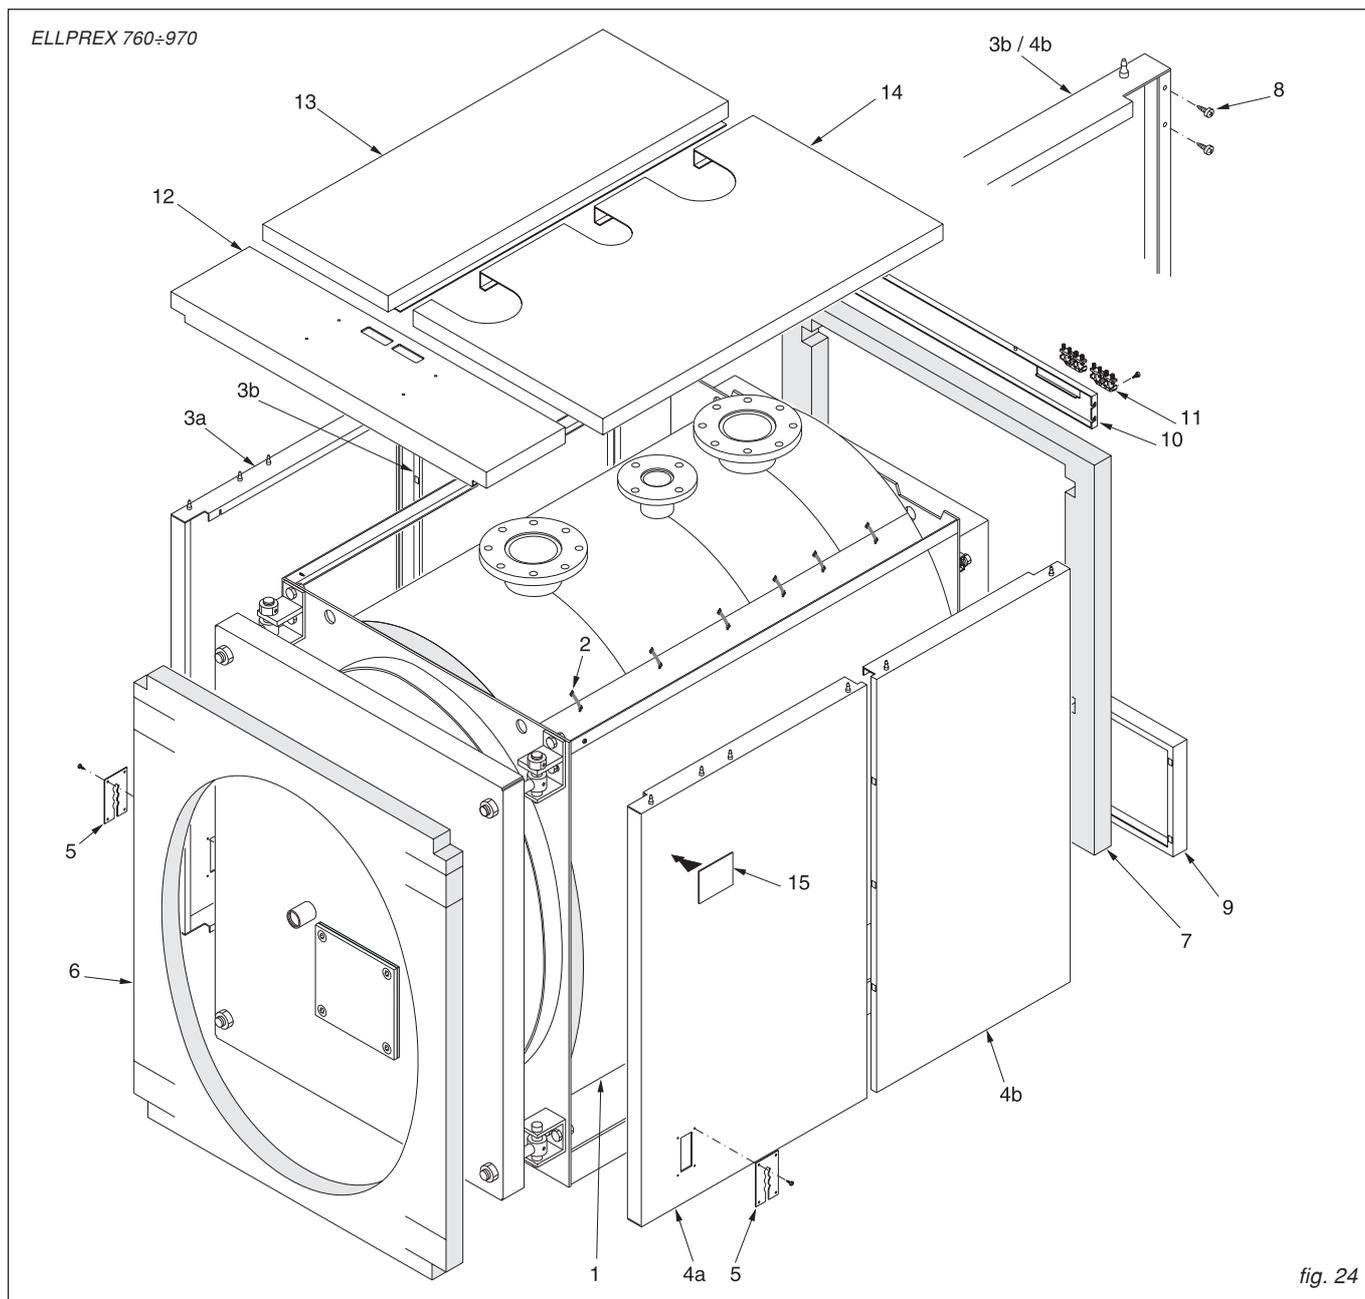

fig. 24
**Atención:** Para los modelos comprendidos entre **ELL 760** y **ELL 2200** (ref. fig. 24 y 25) la carcasa y el aislamiento de la caldera están dentro de tres embalajes marcados:
**Secuencia de montaje (Ref. fig. 24)**
- A) Montar el aislamiento (pos.1) del cuerpo de la caldera y fijar los 2 bordes de unión con las pinzas elásticas (pos. 2) entregadas en la caja de accesorios, enganchándolas a la parte externa de tejido del aislamiento.
- B) Colocar las chapas laterales (pos. 3a, 3b, y 4a, 4b) con la doblez inferior en el interior de los perfiles en L sobre la base del cuerpo de la caldera y enganchando la parte superior en los perfiles de unión de las placas. Para determinar cual de los dos lados es el derecho o el izquierdo, referirse a la plaquita pasa cables sobre los paneles anteriores (pos. 5): debe estar hacia el lado de delante de la caldera. Fijar los 4 tornillos de cabeza baja (pos.8) a los dos lados 3b y 4b en el lado posterior interno.
- C) Abrir la puerta de la caldera y montar el aislamiento anterior (pos. 6) introduciendo la bisagras en los cortes apropiados.
- Introducir los bordes laterales del aislamiento bajo la doblez de los dos lados (pos. 3a y 4a).
- D) Montar el aislamiento posterior (pos. 7), fijar a presión el panel posterior inferior (pos. 9) y enganchar el panel posterior superior (pos. 10) a los tornillos pos. 8. Montar los prensaestopas (pos. 11) al panel posterior superior.
- E) Levantar hacia delante la tapa del cuadro eléctrico después de haber desenroscado los dos tornillos laterales con un destornillador y dirigir hacia los agujeros de la base los cables eléctricos en la entrada y los capilares de las sondas en la salida. Fijar el cuadro eléctrico a la plancha superior anterior (pos. 12). Apoyar la plancha superior completa pos. 12, del cuadro de mandos a ambos lados de la carcasa.